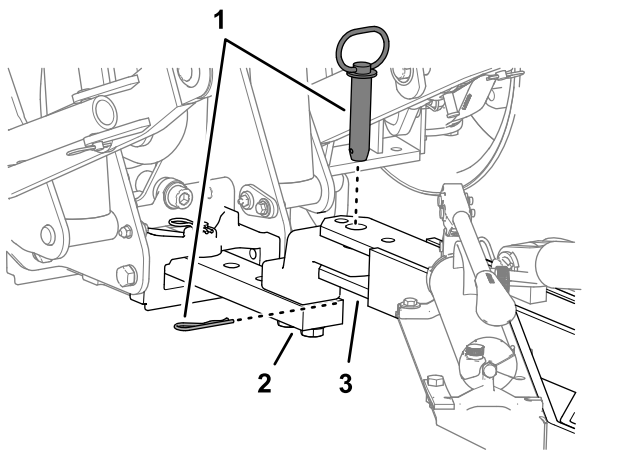

Figure 13
7. Placez le timon de l'aérateur devant la barre d'attelage du groupe de déplacement et attachez l'aérateur au groupe de déplacement à l'aide des fixations d'attelage de ce dernier (Figure 13).